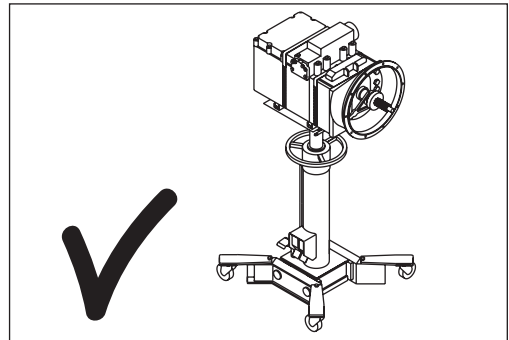

Abb. 3:
- der Lastschwerpunkt immer innerhalb der Standfläche des Hebers und innerhalb der Fläche der Getriebeplatte liegt (Abb.3)